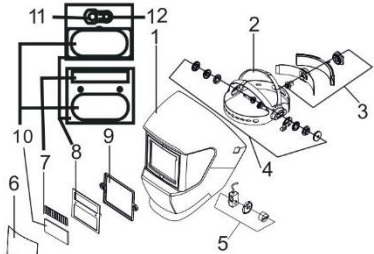

Рис.1
- 2.1. Можно настроить степень затемнения в области от 9 до 13 DIN. Ручка регулировки степени затемнения находится на внешней стороне маски (Рис.1 п.5). Установите нужный номер затемнения путем вращения ручки.
- 3.1. Скорость просветления обозначает время перехода светофильтра из темного состояния в светлое состояние в соответствии с токами сварки и интенсивностью окружающего света. Данный параметр настраивается путем регулировки ручки «DELAY» (Рис.1 п.12).
- 4.1. В соответствии с технологией сварки и светом окружающей среды, настройка чувствительности выполняется путем регулировки ручки «SENSITIVITY» (Рис.1 п.11).